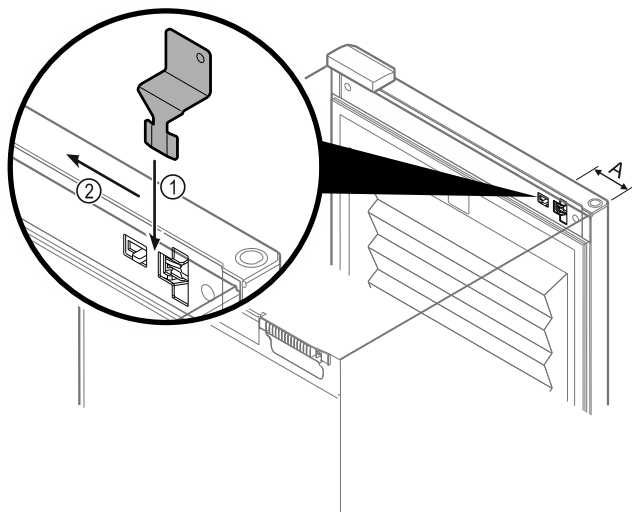

Fig. 94
- Расположите ключ для аварийной разблокировки в заданном месте Fig. 94 (A) ≈ 100 мм.
- Вставьте ключ для аварийной разблокировки Fig. 94 (1) между дверью и корпусом устройства сверху и до упора.
- Потяните ключ для аварийной разблокировки в направлении шарнира. Fig. 94 (2)